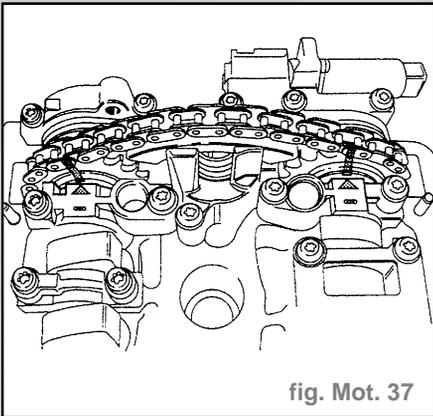

fig. Mot. 37
- Nettoyer la chaîne d'entraînement et les pignons à chaîne des arbres à cames situés face aux deux flèches sur les chapeaux de palier et repérer la position de montage par un marquage de couleur (fig. mot. 37).